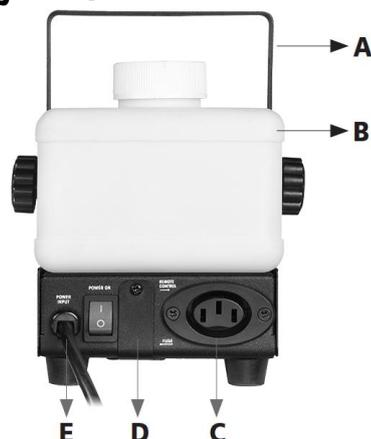

Рисунок 1
5. Надежно подключите контроллер к разъему (С на рис. 1) на задней панели устройства.
1. Надежно подсоедините контроллер дистанционного управления к разъему (С на рис. 1) на задней панели устройства.